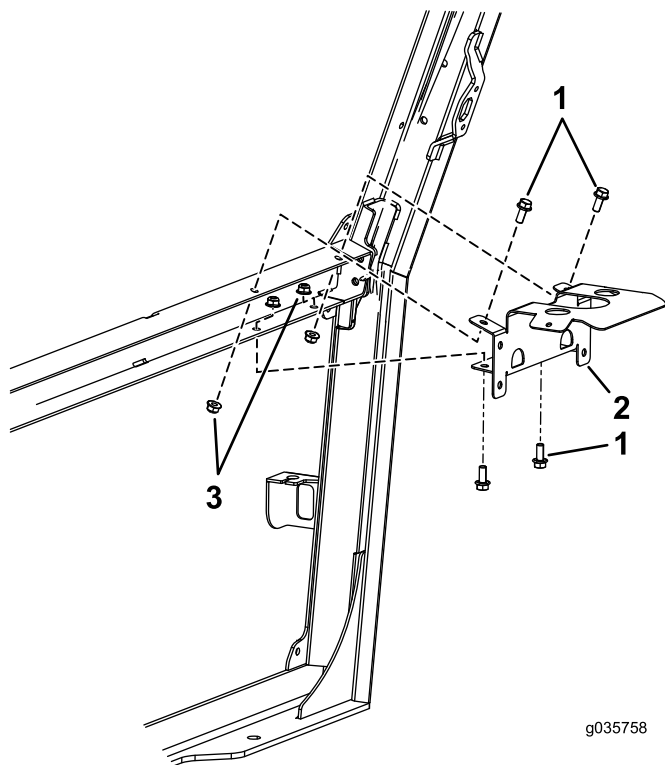

Figura 6
1. Montate la staffa sul telaio con 4 bulloni (5/16 x 3/4 poll.) e 4 dadi flangiati (5/16 poll.) come illustrato nella Figura 6.